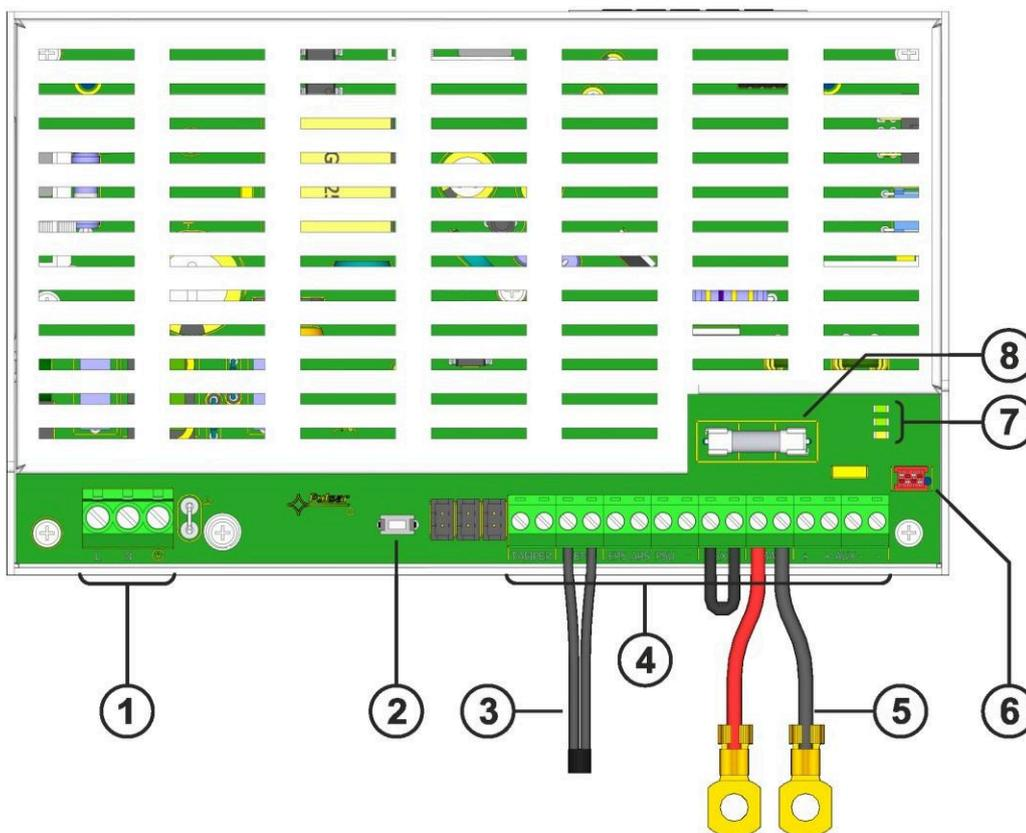

Fig. 2. Vue du module d'alimentation.
Tableau 1. Éléments du circuit imprimé de la PSU (Fig. 2).
①	Module PSU (Tab. 1, Fig. 2)
②	Capteur de température de la batterie
③	Connecteurs de batterie ; positif : BAT= rouge, négatif : - BAT= noir
④	Un emplacement pour l'installation de modules de communication supplémentaires
⑤	TAMPER ; micro-interrupteur (contacts) de protection anti-sabotage (NC)
⑥	Montage de la batterie
⑦	Plaque de blocage de la batterie
5. Visser les bornes du capteur de température aux bornes "Temp" du bloc d'alimentation (figure 2, point 6). Fixer le capteur à la batterie, par exemple avec du ruban adhésif. Pour la version 27,6 V, il est recommandé de placer le capteur entre les piles.